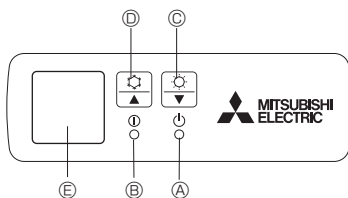

Fig. 5-1
- [Fig. 5-1] Ⓐ Φωτεινή ένδειξη DEFROST/STAND BY